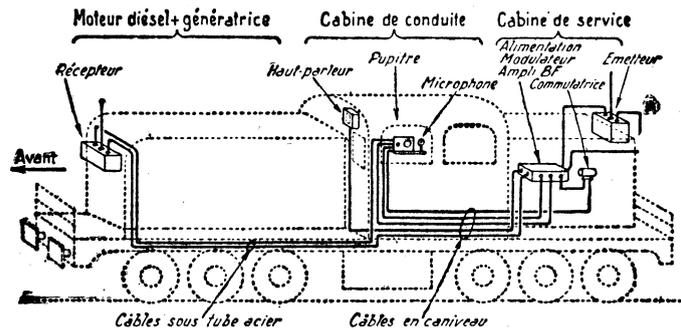

Fig. 4. — Locotracteur Diesel électrique. Disposition d'ensemble des installations radioélectriques et câblage (Type Achères.)
7) Les câbles de liaisons, du type sous caoutchouc dit « extra nerveux », caoutchouc particulièrement résistant aux efforts mécaniques et à l'action des huiles, placés en tube acier soudé à la carrosserie du locotracteur, le long du châssis, ou en caniveau dans le plancher de la cabine de conduite (fig. 4).